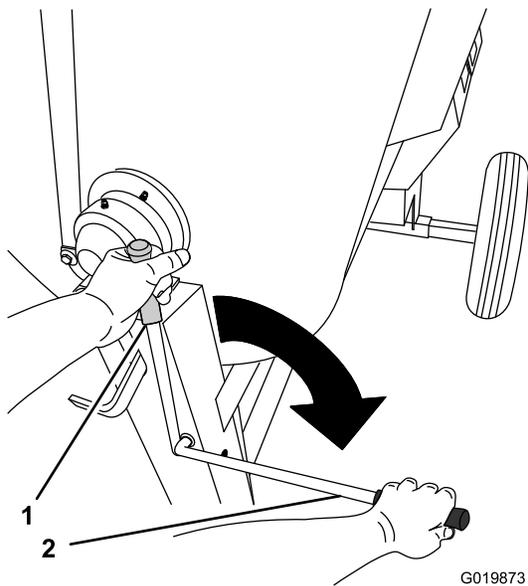

Figura 29
2. Mueva la palanca del embrague a la posición de **DESENGRANADO** (Figura 29).
5. Mueva la palanca del embrague a la posición de **ENGRANADO** (Figura 29).